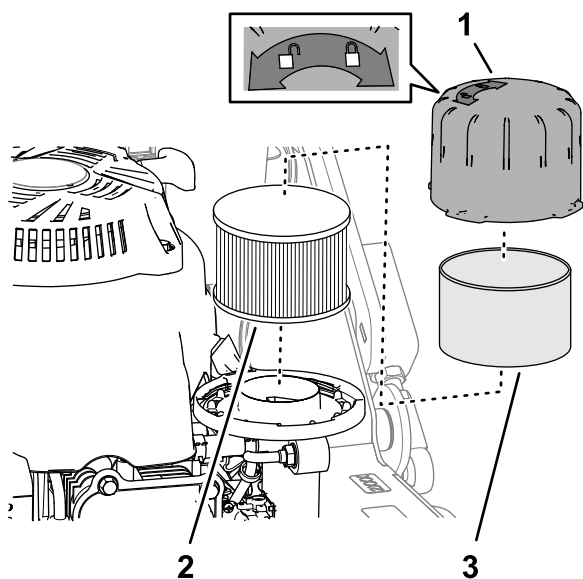

Рисунок 29
2. Снимите крышку воздухоочистителя и тщательно очистите ее (Рисунок 29).
3. Снимите фильтр предварительной очистки из пеноматериала и промойте его в воде с мягким моющим средством, затем осушите промоканием (Рисунок 29).
4. Снимите и проверьте элемент воздушного фильтра (Рисунок 29); если он сильно загрязнен, замените его.